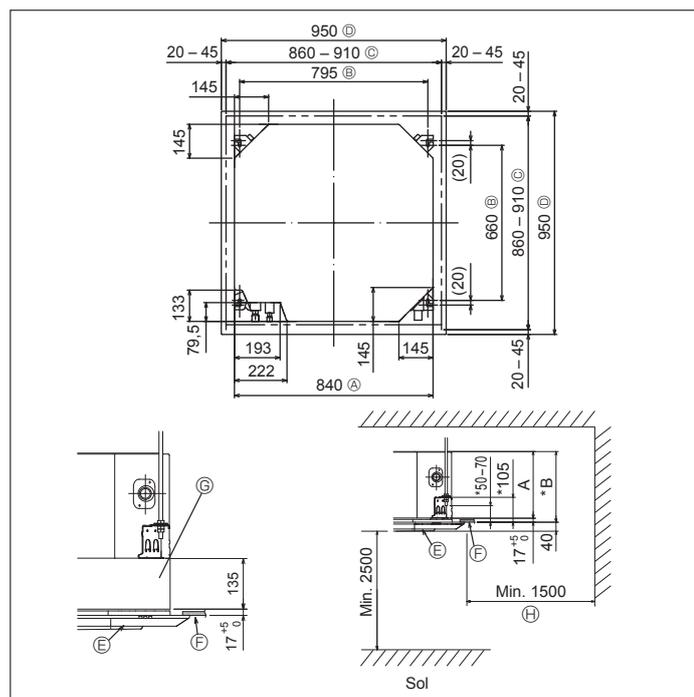

Fig. 3-2
④	Courroie (large)	8
⑤	Courroie (petite)	1
⑥	Prise d'écoulement	1
⑦	Isolation	1
⑧	Ecrou évasé 1/4F (RP60)	1
3.2. Ouvertures dans le plafond et emplacement des boulons de suspension (Fig. 3-2)
* Les dimensions de l'ouverture dans le plafond peuvent être définies au sein de la plage indiquée dans la Fig.3-2 ; centrer l'appareil principal par rapport à l'ouverture dans le plafond, en veillant à la symétrie de chaque côté par rapport à l'orifice.